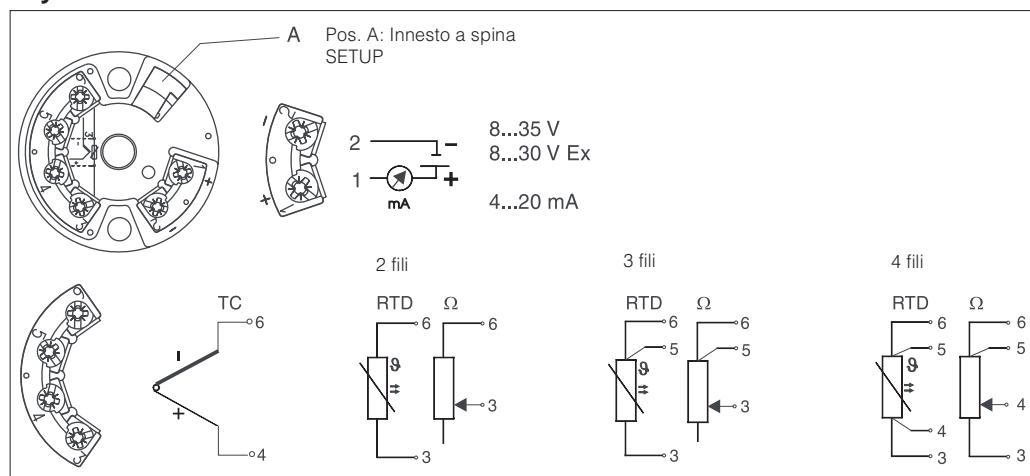

Fig. 5.1: Cablaggio del trasmettitore da testa
Connettere i cavi del sensore alle rispettive morsettiera del trasmettitore da testa (Terminale 3 sino a 6) seguendo lo schema di cablaggio (vedere fig. 5.1).
- **Segnale in uscita ed alimentazione:** Togliere il pressacavo PG posto sul trasmettitore da testa o sulla custodia da campo. Introdurre il cavo nel foro, attraverso il pressacavo PG e quindi collegare i fili ai terminali 1 e 2 secondo lo schema di cablaggio (v. fig. 5.1).
Spostare l'aletta posta sull'innesto a spina. (Fig. 5.1, Pos. A) e collegare il cavo di connessione SETUP.